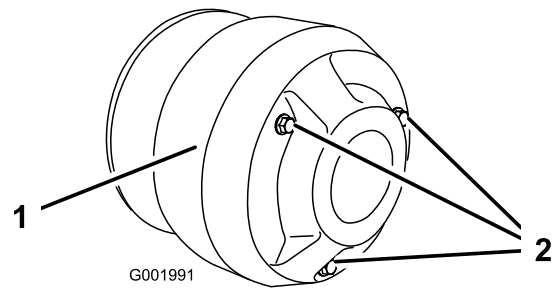

図 56
4. クラッチ・カバーのボルト (3本) を外してカバーを取る (図 56)。